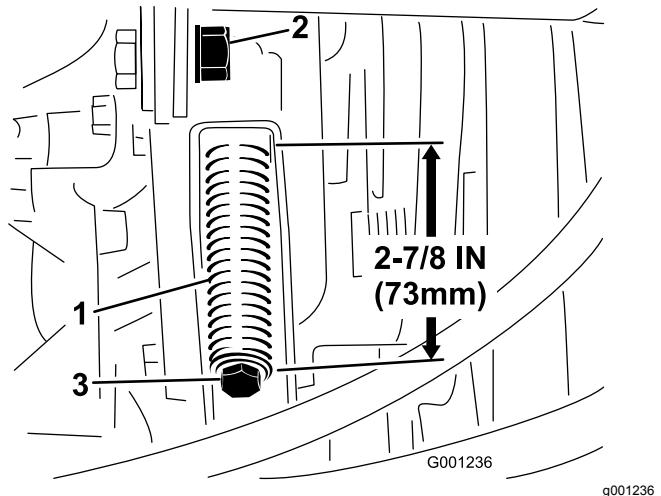

Figura 75
3. Desaperte a porca de segurança da barra de tensão (Figura 75).
4. Utilize uma chave de porcas com uma abertura de $\frac{1}{2}$ pol. para apertar ou desapertar a mola tensora (Figura 75). Ajuste a mola de modo a ficar com um comprimento de 273 mm.
4. Utilizando uma chave de porcas com uma abertura de $\frac{1}{2}$ pol., desaperte até ao fim a mola tensora da correia (Figura 75).
6. Instale a nova correia da tomada de força e ajuste a tensão da mola da polia para 73 mm de comprimento (Figura 75).
7. Aperte a porca de bloqueio (Figura 75) e feche o capot.